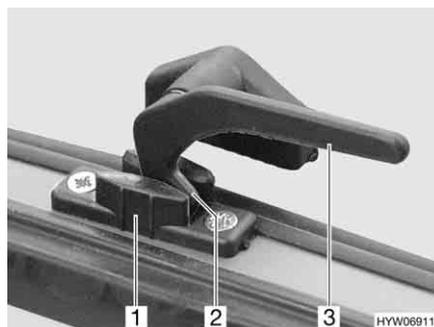

Fig. 72 Palanca de bloqueo en la posición de "ventilación continua"
- En la posición "ventilación continua" (Fig. 72)
- Girar la palanca de bloqueo (Fig. 72,3) un cuarto de vuelta hacia la mitad de la ventana.
- Girar de nuevo hacia atrás la palanca de bloqueo. El saliente de bloqueo (Fig. 72,2) se ha de introducir para ello en el rebaje del bloqueo de la ventana (Fig. 72,1).